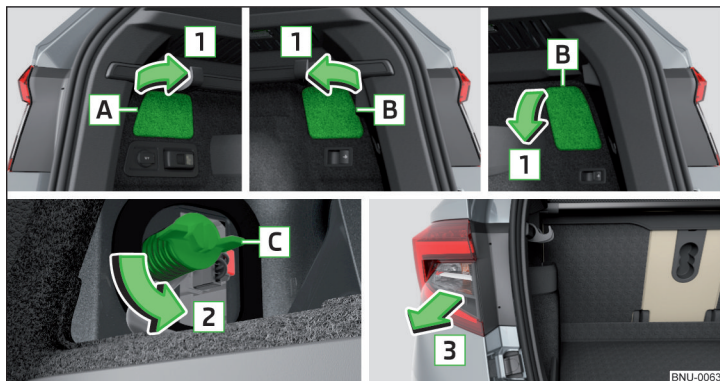

Abb. 343 Aufklappvariante für die Abdeckkappe / Leuchte ausbauen
» Abb. 343. Die Aufklappvarianten für die rechte Abdeckkappe **B** sind ausstattungsabhängig unterschiedlich.
- › Die Schraube **C** entgegen der Pfeilrichtung **2** einschrauben » Abb. 343.